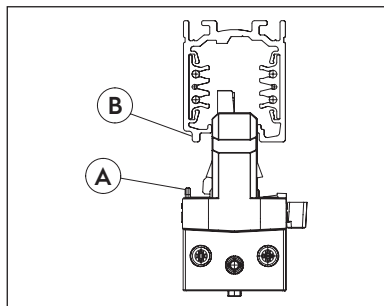
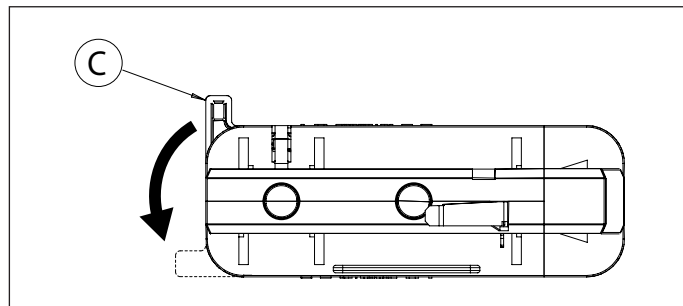

Fig. 3 Chiave meccanica
Fig. 4 Rotazioni camme
Inserire l'adattatore nel binario, in modo tale che la chiave meccanica (A) dell'adattatore si trovi con lo scarico (B) presente sul binario (fig.3). Ruotare la leva della camma (C) di circa 90°, assicurandosi di arrivare nella posizione di blocco (fig.4).